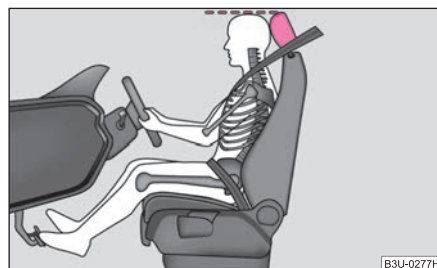

Fig. 136 Regolazione corretta del poggiatesta del conducente
- Regolare il poggiatesta in modo che il bordo superiore del poggiatesta si trovi all'incirca alla stessa altezza della parte superiore del proprio capo ⇒ fig. 136.
- Regolare il poggiatesta in modo che il bordo superiore del poggiatesta si trovi all'incirca alla stessa altezza della parte superiore del proprio capo ⇒ pag. 129, fig. 136.
- Regolare i poggiatesta in modo che il bordo superiore dei poggiatesta si trovi all'incirca alla stessa altezza della parte superiore del proprio capo ⇒ pag. 129, fig. 136.